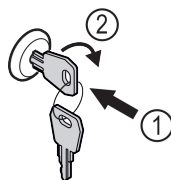

Fig. 164
- Iespiediet atslēgu. Fig. 164 (1)
- Grieziet atslēgu par 90° pulksteņrādītāja virzienā. Fig. 164 (2)